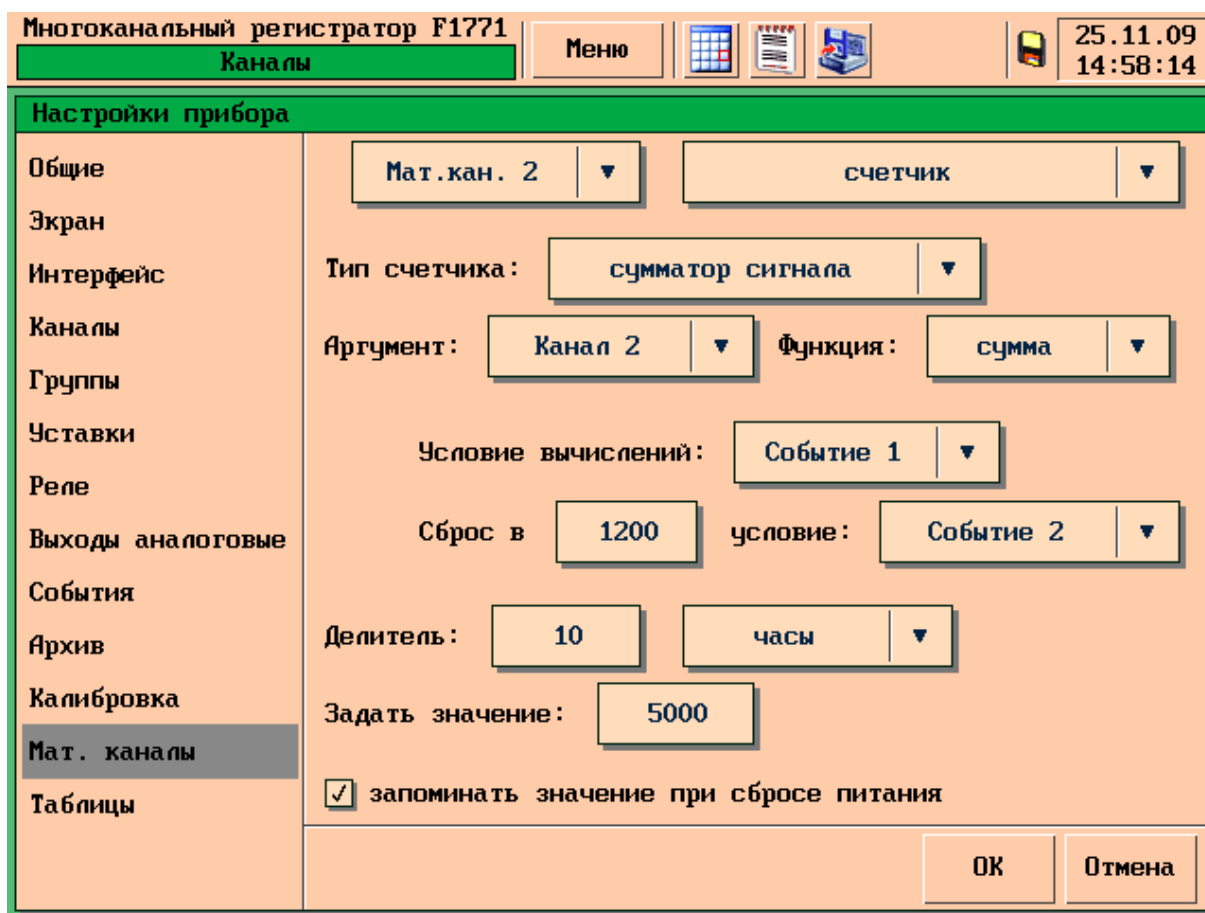

Рисунок 53 – Раздел меню «Мат. каналы» тип «Счётчик», тип счётчика «Сумматор сигнала»
– «сумматор сигнала» – в качестве аргумента такого счётчика может выступать любой из каналов прибора (входной аналоговый или математический) см. рисунок 53;